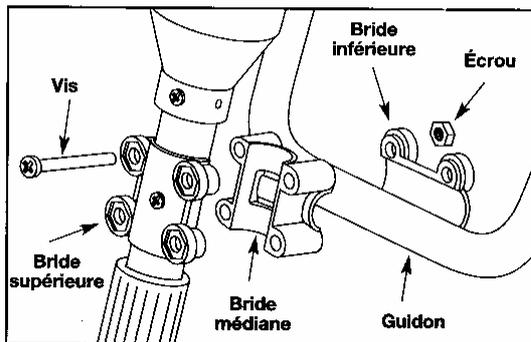

Fig. 4
1. Placez le guidon entre les brides inférieure et médiane (Fig. 4).